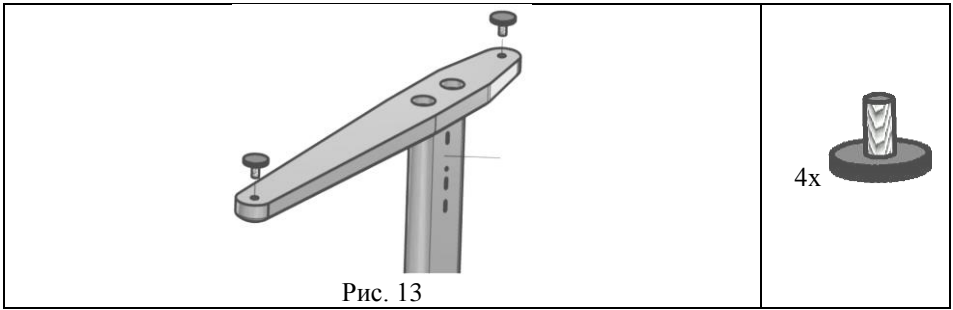

Рис. 13
5.2.1 В левую, правую стойки (поз. 1, 2 упаковочное место 2) снизу вкрутить ножки черные (поз. 1, пакет № 8), см. рис. 13.